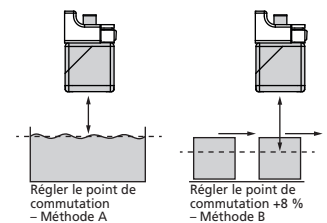

Fig. 10: Réglage du point de commutation si le sens de déplacement de l'objet est différent
- Pour la détection d'objets qui pénètrent latéralement dans le champ du capteur, il faut choisir la procédure d'apprentissage »point de commutation +8 % – Méthode B«. On règle un point de commutation 8 % supérieur à la distance effective par rapport à la distance de l'objet. Ceci assure un comportement de commutation stable, même dans le cas de variations minimes de la hauteur des objets (figure 10).